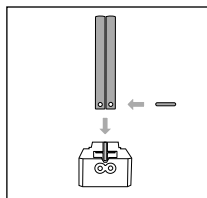

Abb. 2
- ◆ Nehmen Sie zwei Führungsstäbe **7**, mit der abgerundeten Seite zueinander, und schieben Sie einen Distanzstab **14** in beide Führungsstäbe **7** (siehe Abb. 2).
- ◆ Setzen Sie die beiden Führungsstäbe **7** in das Schneidführungselement A **9** ein (siehe Abb. 2).